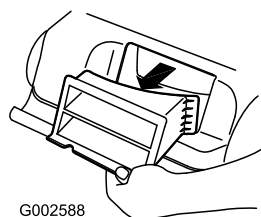

Figure 26
2. Retire el tapón de descarga trasera (Figure 26).